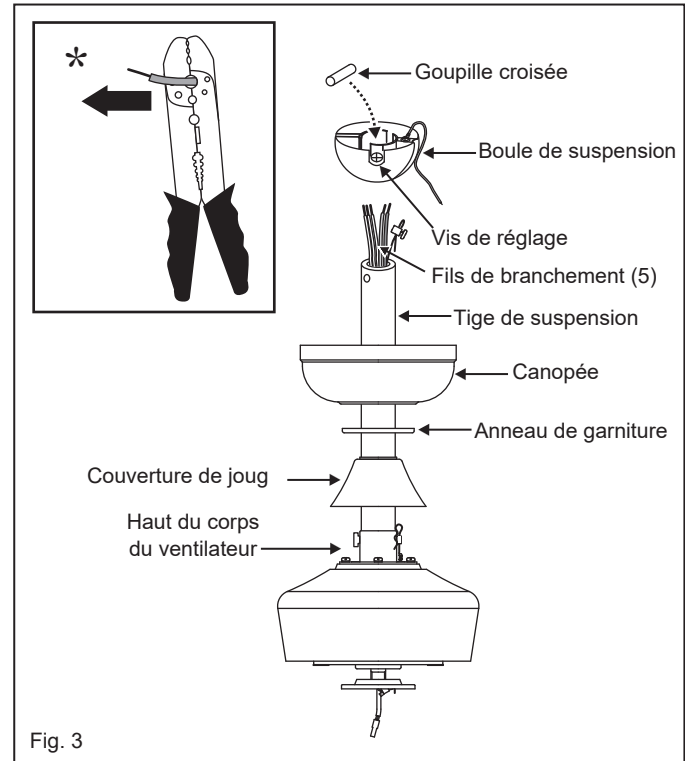

Fig. 3
- 6 Glissez le couvercle de l'étrier, l'anneau de garniture et l'auvent sur la tige de suspension. (Fig.3)
- 1 Retirez la plaque murale existante et l'ancien interrupteur de la boîte de prise murale. (Fig.3)